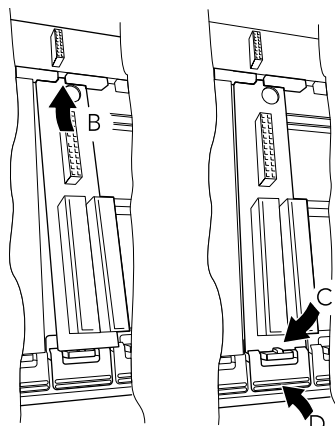

Figura 4 Installazione/rimozione dell'unità terminale
1. Inserire la linguetta sulla parte alta della scheda di circuito stampata dell'unità terminale nello slot corrispondente nell'unità di base (azione B nella Figura 4).